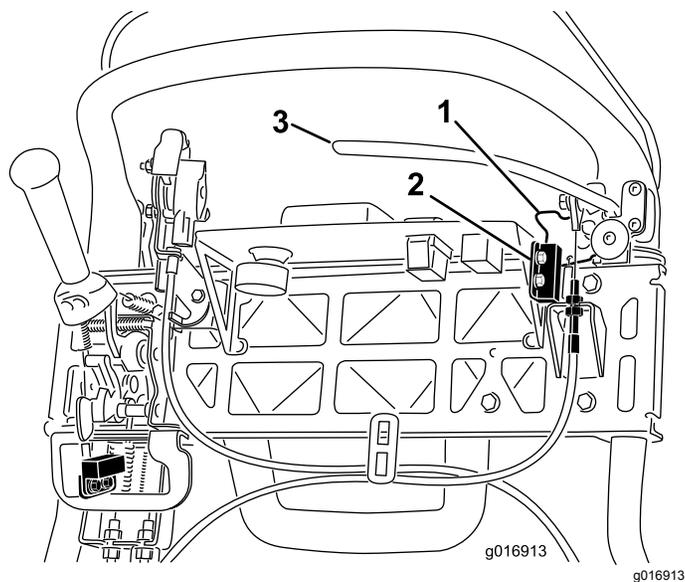

Рисунок 42
4. Ослабьте и снимите крепежные детали блокировочного выключателя (**Рисунок 42**).
5. Установите регулировочную прокладку толщиной 1,6 мм между фиксатором стояночного тормоза и блокировочным выключателем (**Рисунок 42**).